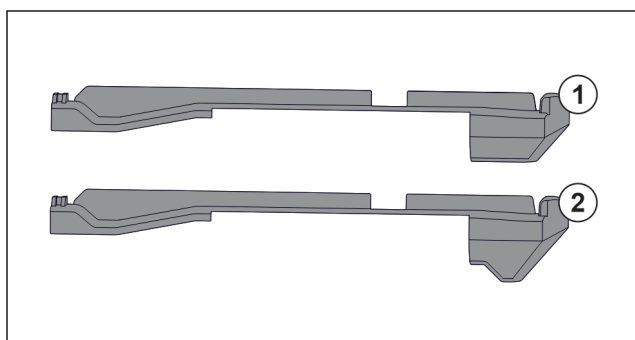

Fig. 48 Porovnání nasazovacích dílů
V přístroji se nacházejí dva různé nasazovací díly. Nasazovací díl nad nejspodnější zásuvkou Fig. 48 (2) má hranu trojúhelníkového tvaru. Všechny ostatní nasazovací díly Fig. 48 (1) mají rovnou hranu.
- ▶ Nasazovací díl Fig. 48 (2) s hranou trojúhelníkového tvaru připevněte nad nejspodnější zásuvkou.
- ▶ Nasazovací díl Fig. 48 (1) s rovnou hranou připevněte na všech ostatních místech.